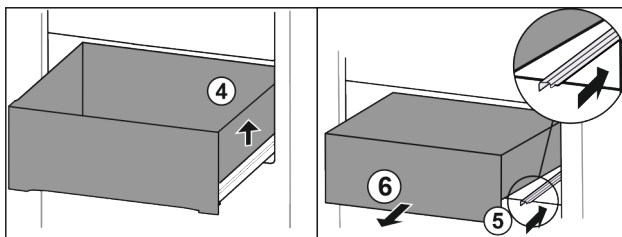

Fig. 78
- ▶ Schubfach rechts anheben. Fig. 78 (4)
- ▶ Rechte Schiene einschieben. Fig. 78 (5)
- ▶ Schubfach nach vorne entnehmen. Fig. 78 (6)